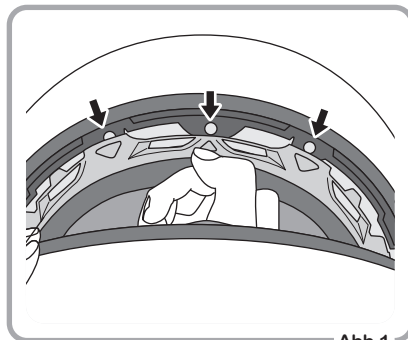

Abb.1
- ① Öffnen Sie die Druckknöpfe im Vorderkopfbereich, indem Sie sie wie in Abb. 1 gezeigt nach unten ziehen.